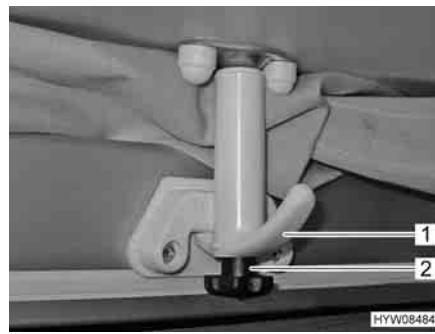

Fig. 41 Tenditore sbloccato
- Allentare una vite a testa cilindrica zigrinata (Fig. 41,2) su ciascuno dei due tenditori anteriori (Fig. 41,1).